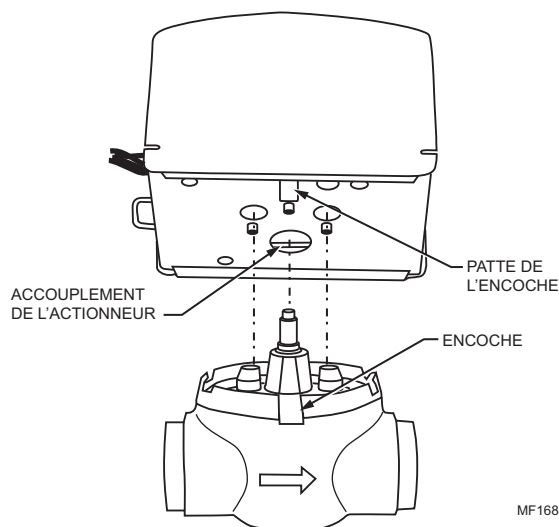

Fig. 6. Montage de l'actionneur.
4. Aligner l'accouplement du moteur et les surfaces planes parallèles de l'arbre du corps de vanne en forme de double D et placer l'actionneur sur le corps de vanne tout en vérifiant si l'arbre s'engage correctement. (Voir la Fig. 6.)